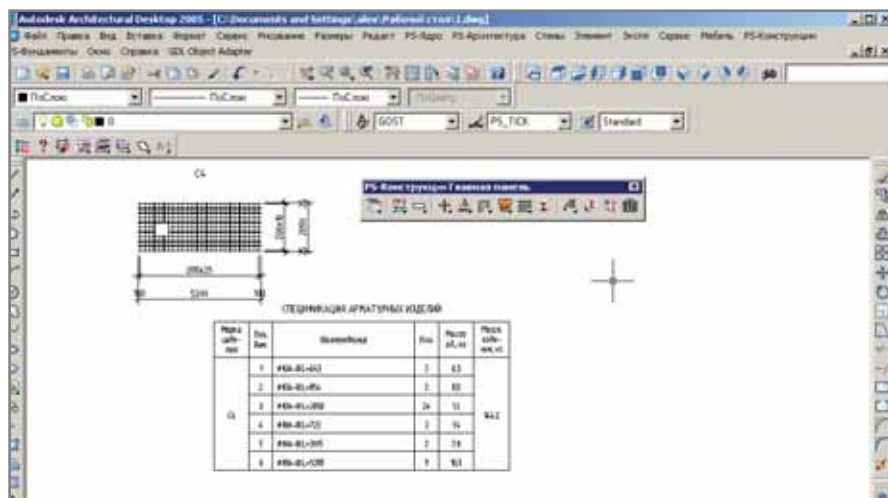

Рис. 1
- *автоматическое составление спецификаций* — эта функция незаменима при проектировании арматурных изделий: отпадает необходимость расчета длины и количества арматуры, предоставляется возможность быстро вносить необходимые корректировки в изделие, например, добавить в сетку отверстие (рис. 1);